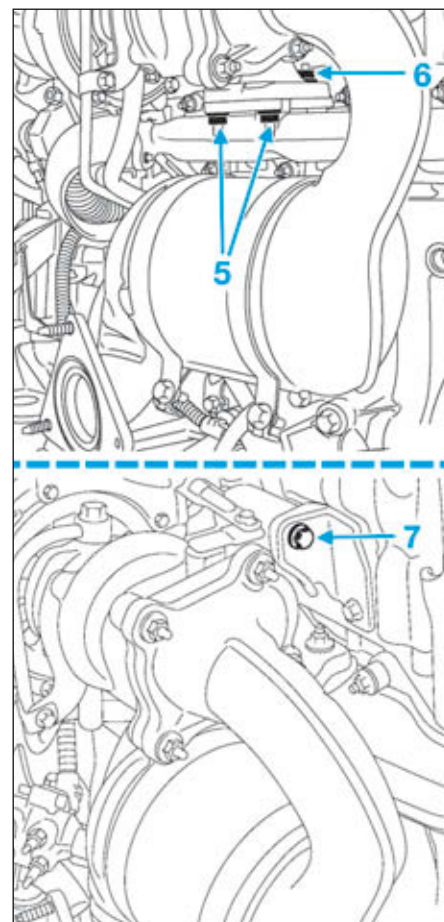

FIG.101
- Serrer dans l'ordre et aux couples (Fig.101) :